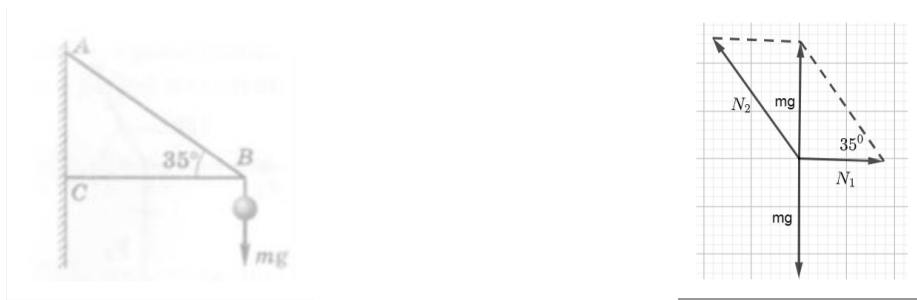

Рис. 12
3.4 К концу кронштейна приложена сила  $mg = 42 \text{ Н}$  (рис. 12). Найдите силу сжатия стержня ВС и силу растяжения стержня АВ.